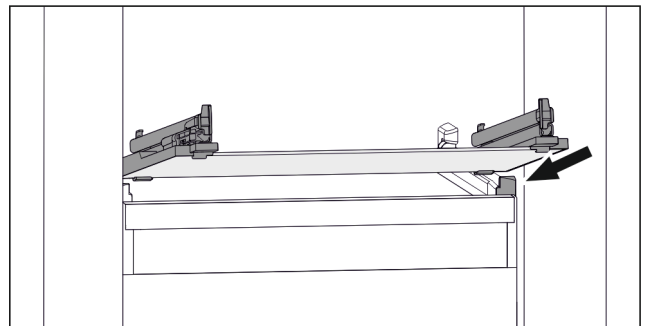

Fig. 47 Rappresentazione esemplificativa del ripiano in vetro
- Applicare il ripiano in vetro obliquamente dietro i fermi. (vedere Fig. 47)